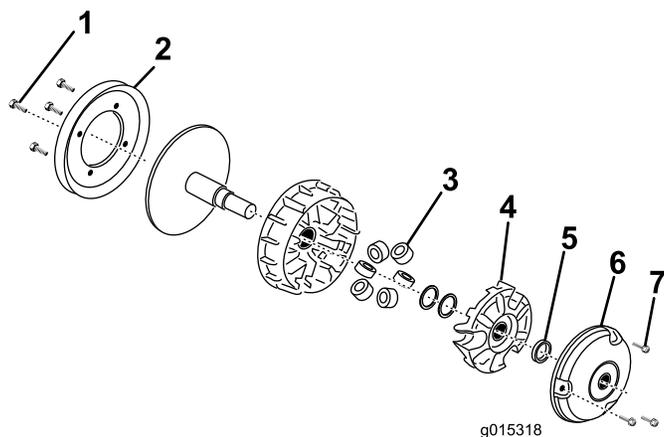

Figure 7
1. Localisez l'embrayage sous le système d'échappement dans le compartiment moteur côté conducteur (Figure 7).
3. Retirez les 4 boulons qui fixent la poulie au dos de l'embrayage (Figure 7).
6. Retirez les 3 boulons de fixation du couvercle (Figure 7).
7. Déposez la cale-limiteur et conservez-la pour le remontage (Figure 7).
8. À l'aide de l'outil de dépose (TOR6016A) déposez l'étoile en la tournant dans le sens antihoraire (Figure 7).
9. Déposez les 6 galets et remplacez-les par les galets neufs du kit (Figure 7).